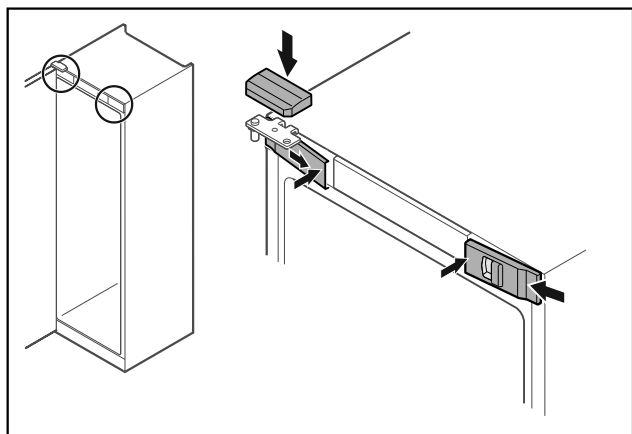

Fig. 50
- ▶ 从侧部挂入前盖板 Fig. 50 (1) 并从内部将其卡紧。
- ▶ 从上方卡紧上盖板 Fig. 50 (2)。